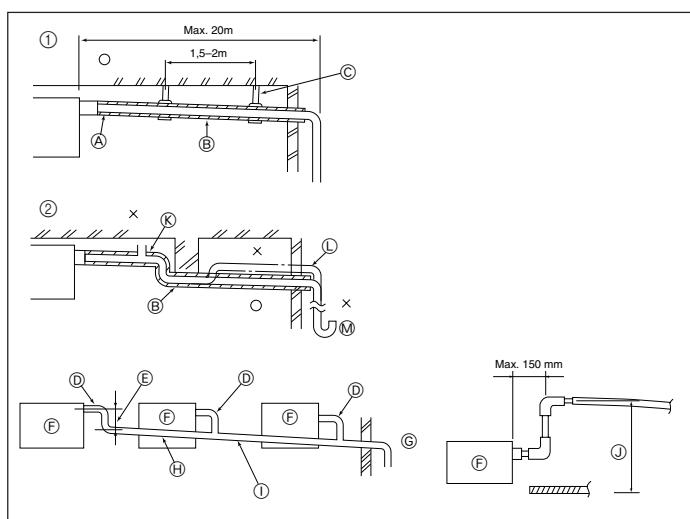

Fig. 6-1
6.1. Installatie van Draineerbuisen (Fig. 6-1)